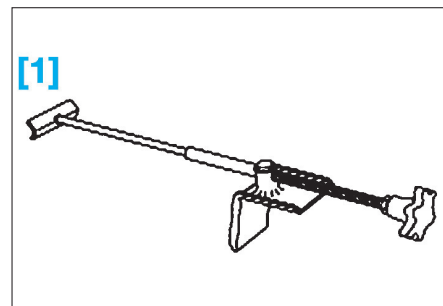

FIG. 73
- [1]. Pousse-pédale de frein Ref. V.A.G 1869/2 (Fig.73).